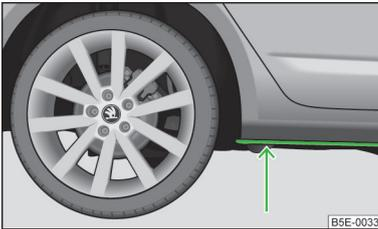

Abb. 98
- Vor einer Wasserdurchfahrt die Wassertiefe feststellen. Der Wasserstand darf maximal an den Steg des Unterholms reichen » Abb. 98;